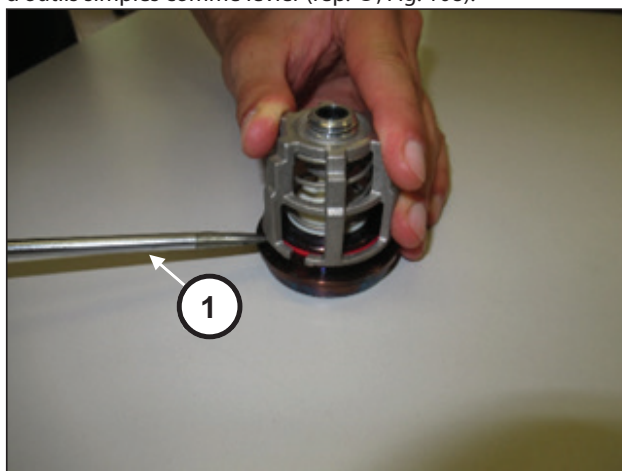

Fig. 108
Démonter les groupes soupape d'aspiration en se servant d'outils simples comme levier (rep. ①, Fig. 108).